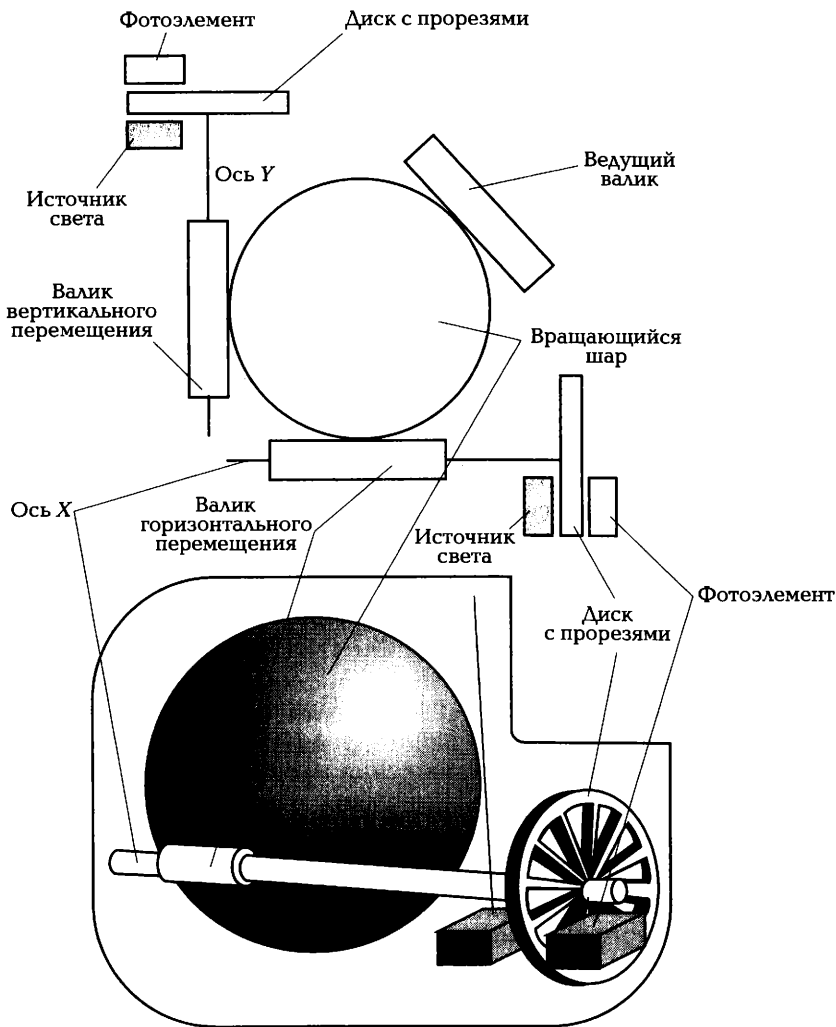

Рис. 6.2. Принцип действия оптико-механической мыши
*Оптико-механическая мышь* состоит из следующих основных элементов. В нижней плоскости корпуса мыши находится отверстие, которое открывается поворотом пластмассовой шайбы. Под шайбой находится шарик диаметром 1,5...2 см, изготовленный из металла с резиновым покрытием (рис. 6.2). В непосредственном контакте с шариком находятся валики. Причем только один из валиков служит для управления шариком, а два других валика регистрируют механические передвижения мыши. При перемещении мыши по коврику шарик приходит в движение и вращает соприкасающиеся с ним валики. Оси вращения валиков взаимно-перпендикулярны. На этих осях установлены диски с прорезями, которые вращаются между двумя пластмассовыми цоколями. На одном цоколе находится источник света, а на другом — фоточувствительный элемент (фотодиод, фоторезистор или фототранзистор). С помощью такого фотодатчика растрового типа точно определяется относительное перемещение мыши. С помощью двух растровых датчиков устанавливается направление перемещения мыши (по последовательности освещения фоточувствительных элементов) и скорость перемещения в зависимости от частоты импульсов. Импульсы с выхода фоточувствительных элементов при помощи микроконтроллера преобразуются в совместимые с ПК данные и передаются на материнскую плату.